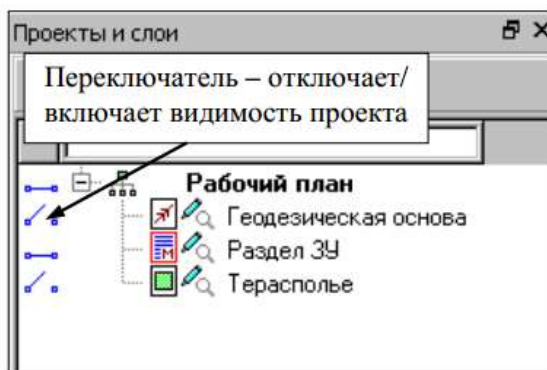

Рисунок 9 – Графическое окно проекты и слои
1. Как известно, на чертеже объекта должны отображаться все образуемые, уточняемые и т.д. ЗУ и их части. В нашем примере все ЗУ (объекты) созданы в проекте **Раздел ЗУ**. Поэтому отключите видимость тех типов проектов, которые не должны участвовать в формировании чертежа (**Геодезическая основа и Тerasполье**), используя переключатель в окне **Проекты** (рис. 9).